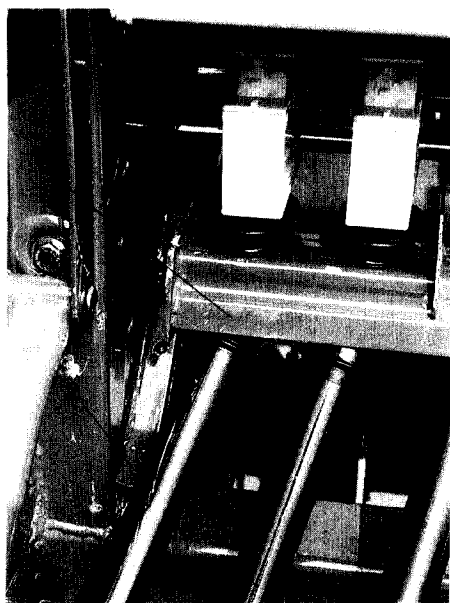
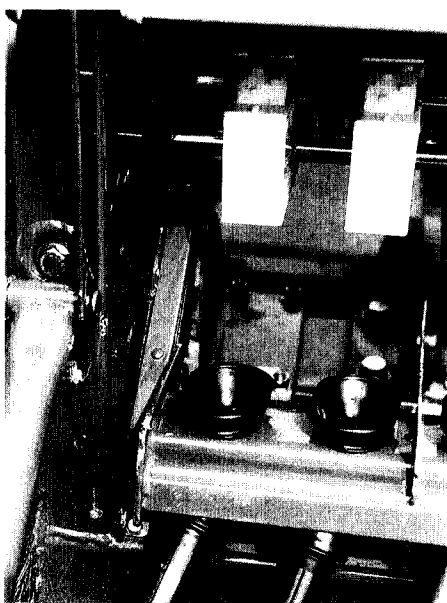

Fig.36
Fig.37
- Satragtskinnen (fig.36/1) skal sænkes ned i styreskinnen, som vist i Fig. 37. Hertil skal håndtaget (Fig.36/2) ved styreskinnen kort løftes op.